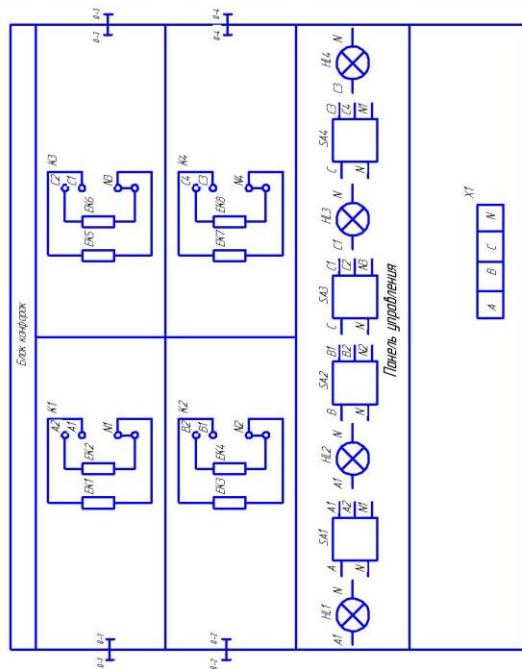

Рисунок 3 – Схема электрической соединений
4.6 Схему электрическую принципиальную смотри рисунок 2, схему электрическую соединений - рисунок 3.